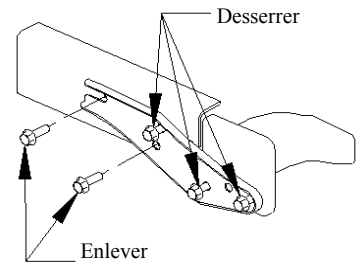

Figure 2
①	Qté. (4)	Rondelle conique de ½ po	③	Qté. (4)	Espaceur
②	Qté. (4)	Échrous hexagonaux M12 x 40 x 1.25
- Se référant à la Figure 2, Enlever les deux (2) boulons hexagonaux à rondelle existants d'un côté de l'attache du pare-choc de la structure du pare-choc comme illustré, et desserrer les trois (3) boulons. Faites ceci des deux côtés.